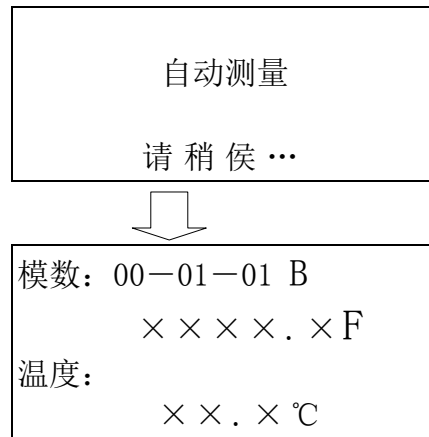

图 14 组网自动测量显示界面
- 4) 按“AUTO”自动测量键, 读数仪将显示图 14 所示界面, 并自动逐箱号、逐通道号对传感器进行测量、显示读数并保存在相应的存储区域。